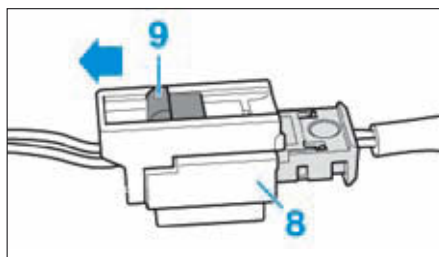

FIG. 13
- Déverrouiller le connecteur (8) en couissant la sécurité (9) puis le débrancher (Fig.13).